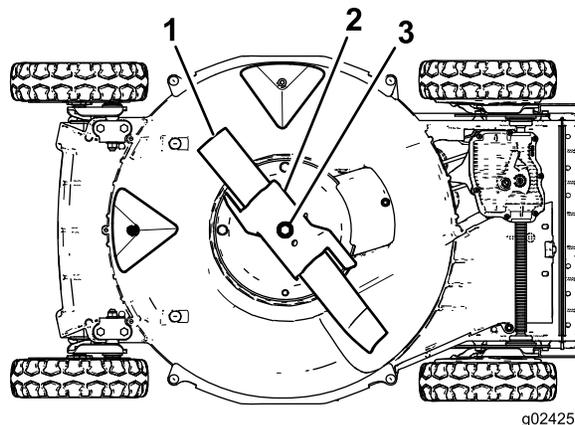

Figura 23
4. Inclinate la macchina sul fianco **destra** (il filtro dell'aria in alto) come mostrato in Figura 23.